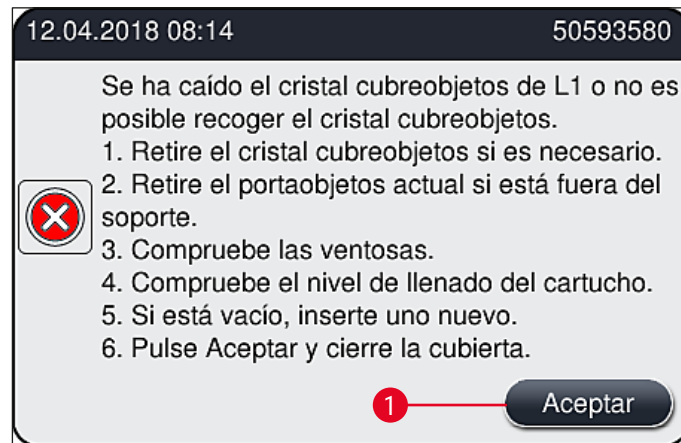

Fig. 111
Si el **módulo Pick&Place** pierde un cristal cubreobjetos durante el transporte hasta el portaobjetos o si el **módulo Pick&Place** no puede extraer un cristal cubreobjetos del cartucho de cristales cubreobjetos después de 3 intentos, se notifica al usuario mediante un mensaje de error (→ Fig. 111).
- ① Si se muestra este mensaje (→ Fig. 111), el usuario debe comprobar primero si se ha perdido un cristal cubreobjetos durante el transporte hasta el portaobjetos o si el **módulo Pick&Place** no ha podido extraer un cristal cubreobjetos del cartucho de cristales cubreobjetos.